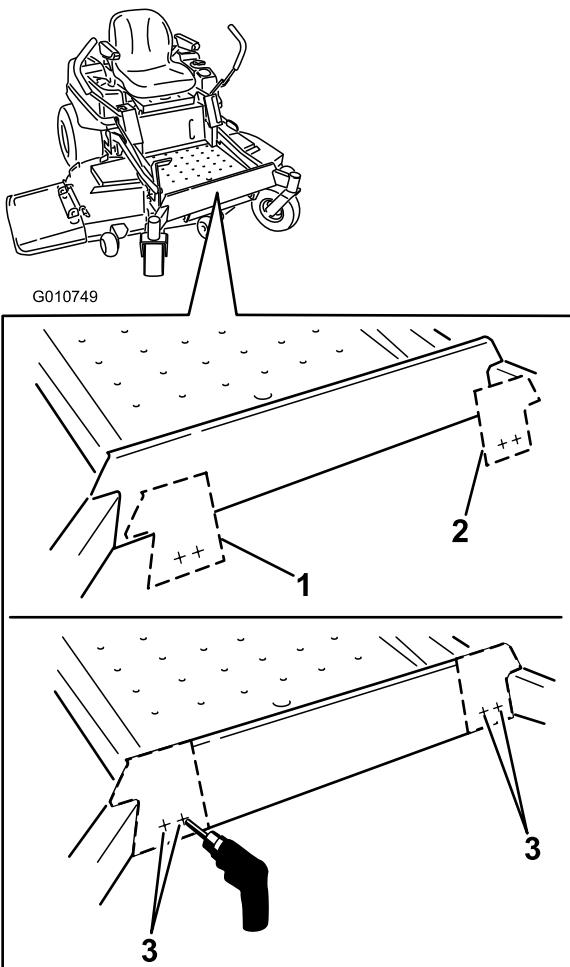

Figure 1
- C. Placez les gabarits sur le repose-pieds, comme montré à la Figure 1.